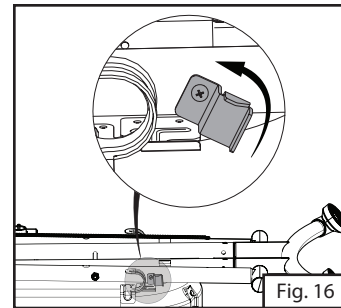

Fig. 16
1. Gire el mecanismo de bloqueo de patas en sentido contrario al de las manecillas para liberar las patas. (Fig. 16)